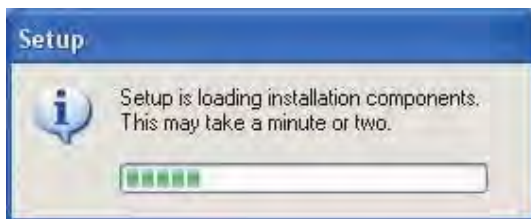

Abb. 1-1
5) Der Ablauf der Installation wird angezeigt, wie im Bild 1-1. Warten Sie, bis die Software heruntergeladen wird.